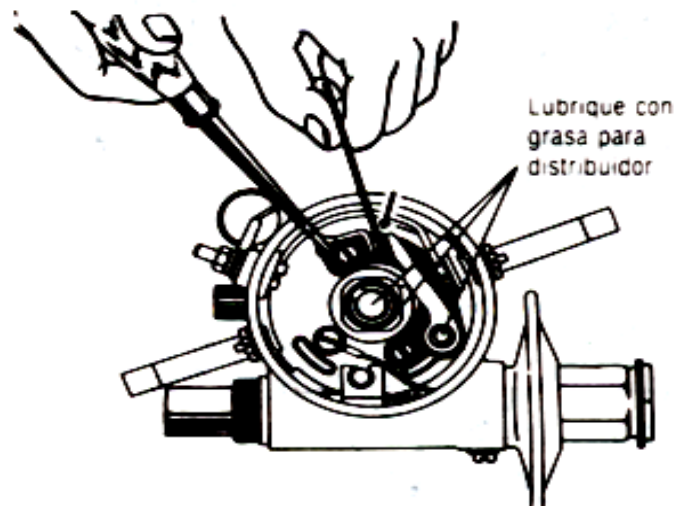

Fig. 3.45 Calibración de los platinos
4. Meta un desarmador en la ranura para ajuste (Ver Fig. 3.45). Haga girar el desarmador hasta obtener la abertura de platinos deseada.